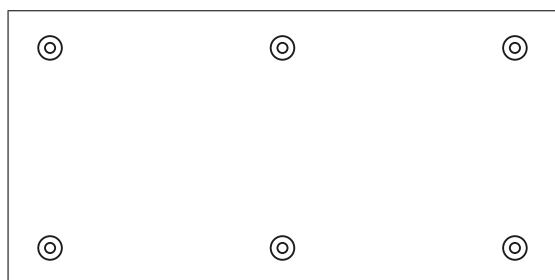

Figura 1. Patrón de fijación (6 unidades por panel)
- Se requieren un mínimo de 4 o 6 fijaciones para asegurar los paneles Kingspan en cubierta al soporte (véase la Figura 1).